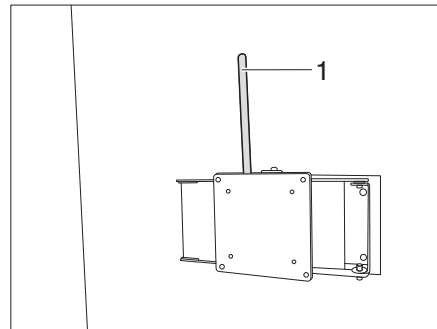

Bild 126 Fäste med ledad arm (variant 4)
- Dra i spaken (Bild 126,1).
- Skjut tillbaka spaken (Bild 126,1) till utgångsläget igen för att spärra.